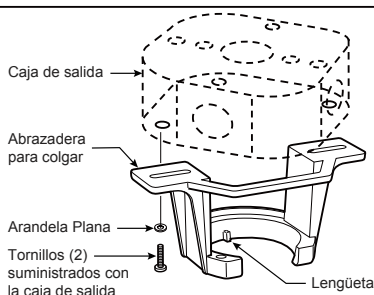

Figura 3
Uso del soporte (Figura 3)
- ☐ 3. Retire el clip de horquilla y pasador de horquilla de la parte inferior de la bola para colgar. Retener el pasador y clip para la reinstalación en el paso 5. (Figura 3)
- ☐ 1. Fije bien la abrazadera para colgar a la caja de salida (no se incluye) con los tornillos y las arandelas provistas con la caja de salida. (Figura 3)
2. Deslice el receptor en el soporte de suspensión antes de realizar el cableado como se muestra en la figura 3.
- ☐ 3. Extraiga uno de los tres tornillos del carcasa de interruptor. Guarde el tornillo para pasos posteriores y afloje levemente los otros dos tornillos. (Figura 3)
- ☐ 3. Retire la cubierta de la batería del control remoto con un destornillador y conserve el tornillo para luego. (Figura 3)